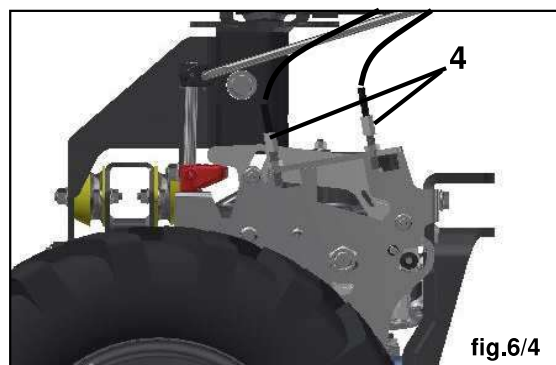

fig.6/4
- 5 - Regulación del cable parada motor (fig.6/3)
- 6 - Regulación revoluciones motor (fig.6/3) (véase manual específico del motor)
- 1 - Einstellung Kupplungsschaltseile PowerSafe® (Abb.6/1)